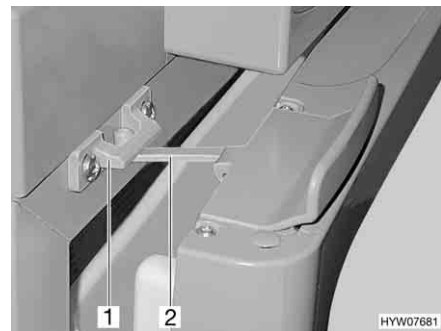

Fig. 142 Porta del frigorifero in posizione di ricircolo d'aria (Thetford)
- Aprire il bloccaggio (Fig. 142,2) e innestarlo nella sede di bloccaggio (Fig. 142,1). In questo modo la porta del frigorifero rimane ferma in posizione socchiusa.